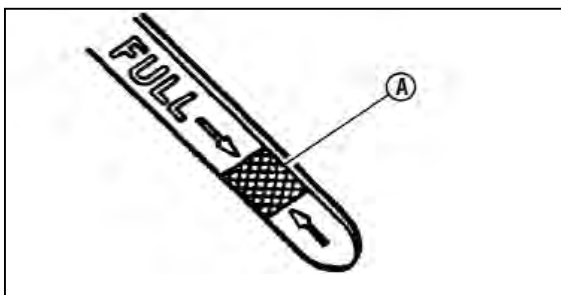

図 5-1 オイルの FULL マーク
3. エンジンオイルを点検してオイルゲージの「FULL」位置(図 5-1 の A)にあることを確認してください。エンジンの取扱説明書に従ってください。